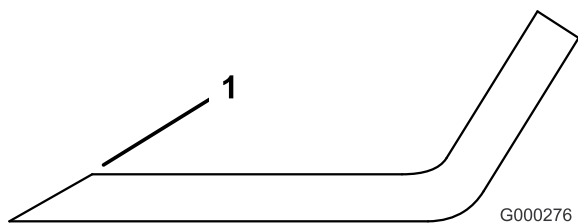

図 75
1. ブレードは、左右の刃先部分を研磨する（図 75）。刃先の角度を変えないように注意すること。左右を同じだけ削るようすればバランスが狂わない。